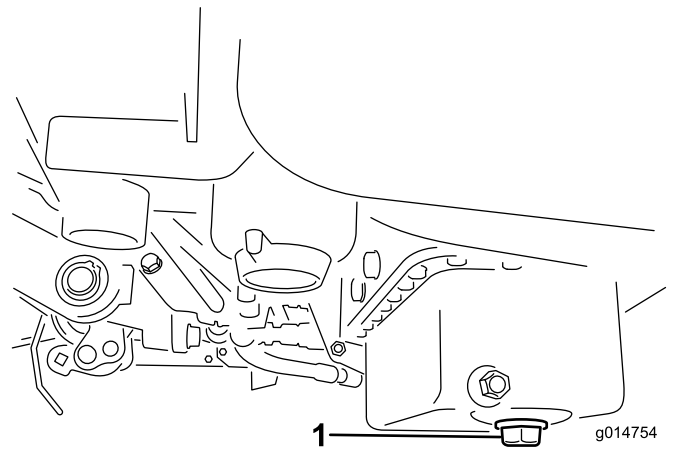

Figura 36
1. Retire el tapón de vaciado y deje fluir el aceite a un recipiente apropiado. Cuando el aceite deje de fluir, coloque el tapón de vaciado (Figura 36).